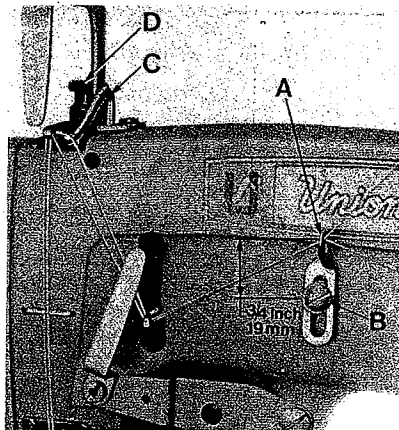

Fig. 30
Set the needle thread frame eyelet hole (A, Fig. 30) 19 mm = 3/4 inch above the center of mounting screw (B, Fig. 30). Lower it for more needle thread, raise it for less needle thread in the stitch. Set the needle thread take-up wire (C, Fig. 30) as low as possible. Raising the take-up wire increases the needle thread loop.
Stellen Sie die Nadelfadenführung am Gehäuse (A, Fig. 30) 19 mm hoch zur Mitte der Befestigungsschraube (B, Fig. 30) ein. Wird die Fadenführung tiefer gestellt bekommen Sie mehr Nadelfaden in die Naht. Durch Höherstellen erreichen Sie das Gegenteil. Stellen Sie den Nadelfadenabzug (C, Fig. 30) so tief wie möglich. Wird der Nadelfadenabzugsbügel nach oben gestellt, wird die rechte Nadelfadenschlinge größer.
Insert a ply of fabric between upper and lower puller roller. Loosen screw (S, Fig. 30 C) then set the puller presser bar collar (A, Fig. 30 A) by means of adjusting screw (B, Fig. 30 A) so, that the distance (J, Fig. 30 A) between screw (K, Fig. 30 A) and hand lever (H, Fig. 30 A) is 0, 2 - 0, 5 mm (. 008 - . 020 inch), at the same time the upper puller roller must rest upon fabric. Secure screw (B, Fig. 30 A) with nut (C, Fig. 30 A). Retighten screw (S, Fig. 30 C).
Set the presser bar connection and guide (L, Fig. 30 A) so that puller roller and presser foot are lifted simultaneously when actuating the presser foot lifter lever and the presser foot is resting on the throat plate.
Legen Sie eine Lage Stoff zwischen die obere und untere Pullerrolle. Lösen Sie die Schraube (S, Fig. 30 C) dann stellen Sie den Mitnehmer (A, Fig. 30 A) mit der Stellschraube (B, Fig. 30 A) so ein, daß der Abstand (J, Fig. 30 A) zwischen Schraube (K, Fig. 30 A) und dem Handhebel (H, Fig. 30 A) 0, 2 - 0, 5 mm beträgt, dabei muß die obere Pullerrolle auf dem Stoff aufliegen. Stellen Sie mit der Mutter (C, Fig. 30 A) die Schraube (B, Fig. 30 A) fest. Ziehen Sie die Schraube (S, Fig. 30 C) wieder an.
Die Drückfußverbindung und Führung (L, Fig. 30 A) muß so gestellt werden, daß beim Betätigen des Drückfuß-Lifterhebels Drückfuß und Pullerrolle gleichzeitig angehoben werden, wenn der Drückfuß auf der Stichplatte aufliegt.
Insert a ply of fabric between upper and lower puller roller. Loosen screw (S, Fig. 30 C), set the puller presser bar collar (A, Fig. 30 A) by means of adjusting screw (B, Fig. 30 A) so, that the distance (J, Fig. 30 A) between screw (K, Fig. 30 A) and hand lever (H, Fig. 30 A) is 0,2 - 0,5 mm (.008 - .020 inch), at the same time the upper roller must rest upon fabric. Secure screw (B, Fig. 30 A) with nut (C, Fig. 30 A). Retighten screw (C, Fig. 30 C). Set link (E, Fig. 30 A) by changing the length of the tractor cable (R, Fig. 30 B) so that the distance (G, Fig. 30 A) between link (E, Fig. 30 A) and screw (F, Fig. 30 A) is 0,5 - 1 mm (.020 - .040 inch).
Now set presser bar connection and guide (L, Fig. 30 A) so that the distance (D, Fig. 30 A) between link (M, Fig. 30 A) and screw (P, Fig. 30 A) is 0,5 - 1 mm (.020 - .040 inch) when the presser foot is resting on the throat plate.
For making this adjustment turn the handwheel in operating direction until the needle bar is in its lowest position and loosen screw (Q, Fig. 30 A). Then, while holding the presser foot down on the throat plate surface, pry up the presser bar connection and guide (L, Fig. 30 A) with a screwdriver to obtain the required setting. Retighten screw (Q, Fig. 30 A).
The presser foot must rest on the throat plate, when the upper puller roller is lifted with the hand lever (H, Fig. 30 A).
Regulate the presser spring regulating screw (D, Fig. 30) so that it exerts only enough pressure on the presser foot to feed the work uniformly. The regulating screw is located directly behind the needle bar in the head of the machine. The pressure exerted by the presser spring should be slightly more than the pressure exerted by the spring for the presser foot yielding section. Turning the regulating screw clockwise increases the pressure, counterclockwise decreases the pressure.
Legen Sie eine Lage Stoff zwischen die obere und untere Pullerrolle. Lösen Sie die Schraube (S, Fig. 30 C), dann stellen Sie den Mitnehmer (A, Fig. 30 A) mit der Stellschraube (B, Fig. 30 A) so ein, daß der Abstand (J, Fig. 30 A) zwischen Schraube (K, Fig. 30 A) und Handhebel (H, Fig. 30 A) 0,2 - 0,5 mm beträgt, dabei muß die obere Pullerrolle auf dem Stoff aufliegen. Stellen Sie mit der Mutter (C, Fig. 30 A) die Schraube (B, Fig. 30 A) fest. Ziehen Sie die Schraube (S, Fig. 30 C) wieder an. Die Lasche (E, Fig. 30 A) wird durch Veränderung der Länge des Zugseils (R, Fig. 30 B) so eingestellt, daß der Abstand (G, Fig. 30 A) zwischen Lasche (E, Fig. 30 A) und Schraube (F, Fig. 30 A) 0,5 - 1 mm beträgt.
Die Drückerfußverbindung und Führung (L, Fig. 30 A) wird nun so eingestellt, daß bei auf der Stichplatte aufliegendem Drückerfuß, der Abstand (D, Fig. 30 A) zwischen Lasche (M, Fig. 30 A) und Schraube (P, Fig. 30 A) 0,5 - 1 mm beträgt.
Zum Einstellen drehen Sie das Handrad in Nährichtung, bis die Nadelstange in der untersten Stellung ist und lösen die Schraube (Q, Fig. 30 A). Während Sie nun den Drückerfuß auf die Stichplatte herunterdrücken, heben Sie mit einem Schraubendreher die Drückerfußverbindung und Führung (L, Fig. 30 A) in die gewünschte Stellung. Ziehen Sie die Schraube (Q, Fig. 30 A) wieder an.
Der Drückerfuß muß auf der Stichplatte aufsitzen, wenn die obere Pullerrolle mit dem Handhebel (H, Fig. 30 A) angehoben wird.
Stellen Sie die Drückerfuß-Regulierschraube (D, Fig. 30) so ein, daß gerade so viel Druck auf dem Drückerfuß ist, daß ein gleichmäßiger Transport gewährleistet wird. Die Regulierschraube ist direkt hinter der Nadelstange auf dem Maschinenarm. Der Druck den die Drückerfußfeder erzeugt, sollte gerade etwas größer sein als der Druck den die Feder für das Drückerfußseitenteil erzeugt. Drehen der Regulierschraube im Uhrzeigersinn verstärkt den Druck, drehen entgegen dem Uhrzeigersinn bewirkt das Gegenteil.
For adjusting puller roller motion loosen nut (A, Fig. 30 E). Turning screw (B, Fig. 30 E) clockwise decreases the puller roller motion, turning it counterclockwise increases the motion. Tighten nut (A) after making this adjustment.
The puller brake is adjusted in the factory. If it is necessary to readjust it, remove screw (A, Fig. 30 D), loosen nut (B, Fig. 30 D) and screw (E, Fig. 30 D) and set the puller brake by means of nut (C, Fig. 30 D) until the lever (D, Fig. 30 D) can be moved with a force of 25 N (5,5 lbf.). Retighten all screws and nuts after making this adjustment. Make sure that nut (C) does not turn while tightening nut (B).
Zum Einstellen des Pullertransportwegs lösen Sie die Mutter (A, Fig. 30 E). Drehen der Schraube (B, Fig. 30 E) im Uhrzeigersinn verkleinert den Pullertransportweg, drehen im Gegenuhrzeigersinn vergrößert ihn. Ziehen Sie die Mutter (A) nach dieser Einstellung wieder an.
Die Pullerbremse wird im Werk eingestellt. Wird eine Neueinstellung notwendig, entfernen Sie die Schraube (A, Fig. 30 D), lösen Sie die Mutter (B, Fig. 30 D) und die Schraube (E, Fig. 30 D) und stellen Sie mit der Mutter (C, Fig. 30 D) die Pullerbremse so ein, daß der Hebel (D, Fig. 30 D) mit einer Kraft von 25 N bewegt werden kann. Ziehen Sie nach dieser Einstellung alle Schrauben und Muttern wieder an. Beachten Sie beim Festziehen der Mutter (B) daß die Mutter (C) nicht mehr gedreht wird.